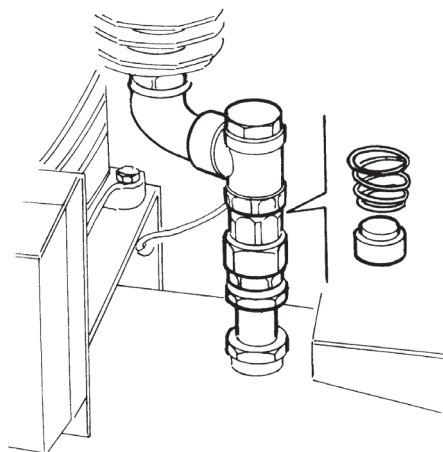

fig. 14
- revisar la válvula de retención, abriéndola y limpiándole cada elemento (fig. 14).